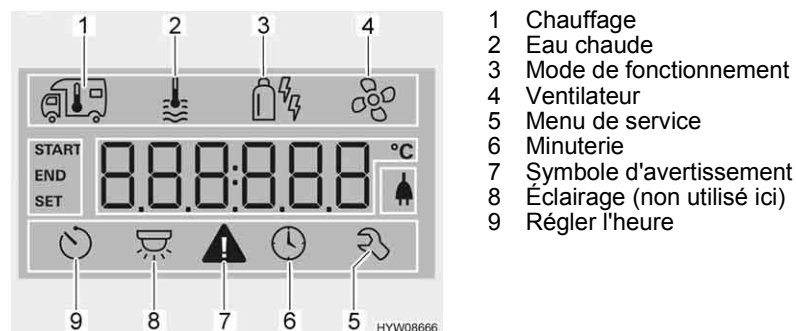

Fig. 203 Écran
- Tourner le bouton-poussoir tournant (Fig. 181,6) jusqu'à ce que le symbole de menu de l'eau chaude (Fig. 203,2) clignote.